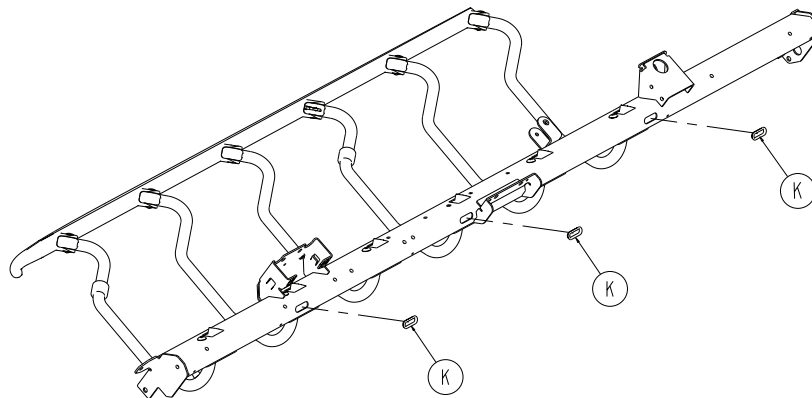

Figure 46 – Œillets de barrière
9. À l’aide d’un coupe-fil, couper l’attache de câble (A) qui fixe l’ensemble de câble d’extension entre l’écran et l’appel infirmier à l’emplacement de l’attache de câble du boîtier de commande du plan de couchage. Jeter l’attache de câble.
11. À l’aide d’un outil à pointe, retirer les trois œillets de barrière (K) du tube de barrière droit du patient (Figure 46). Conserver et suspendre les œillets de la barrière aux câbles.